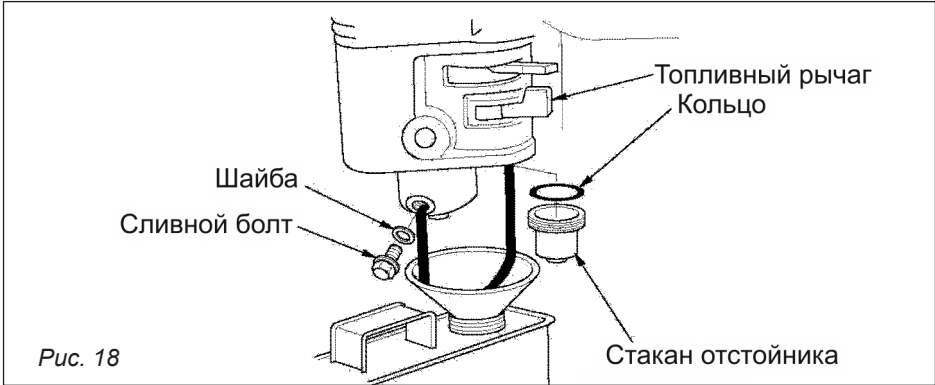

Рис. 18
8.4. Очистка фильтра-отстойника карбюратора (рис. 18)
- Слейте топливо. Закройте топливный кран, снимите отстойник, слейте из него топливо, поместите специальную емкость под карбюратор и слейте в нее топливо, открыв топливный кран. Установите отстойник на место. Выверните сливной болт карбюратора и слейте из него топливо (см. рис. 18).